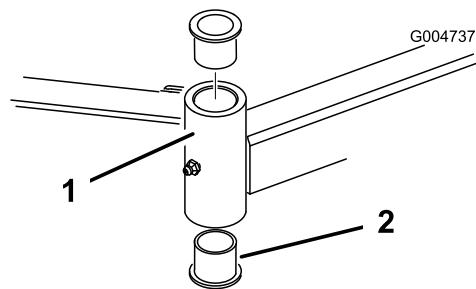

Рисунок 122
- Вставьте пробойник сверху или снизу монтажной трубы и выбейте втулку из трубы (Рисунок 122).